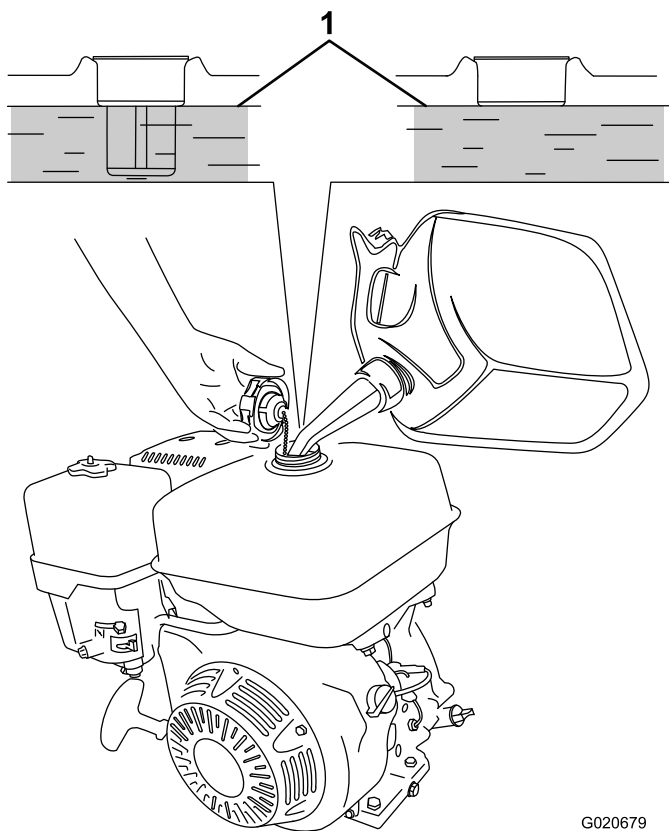

Рисунок 16
3. Залейте неэтилированный бензин в топливный бак до нижнего уровня по указателю максимального уровня топлива, как показано в Рисунок 16.